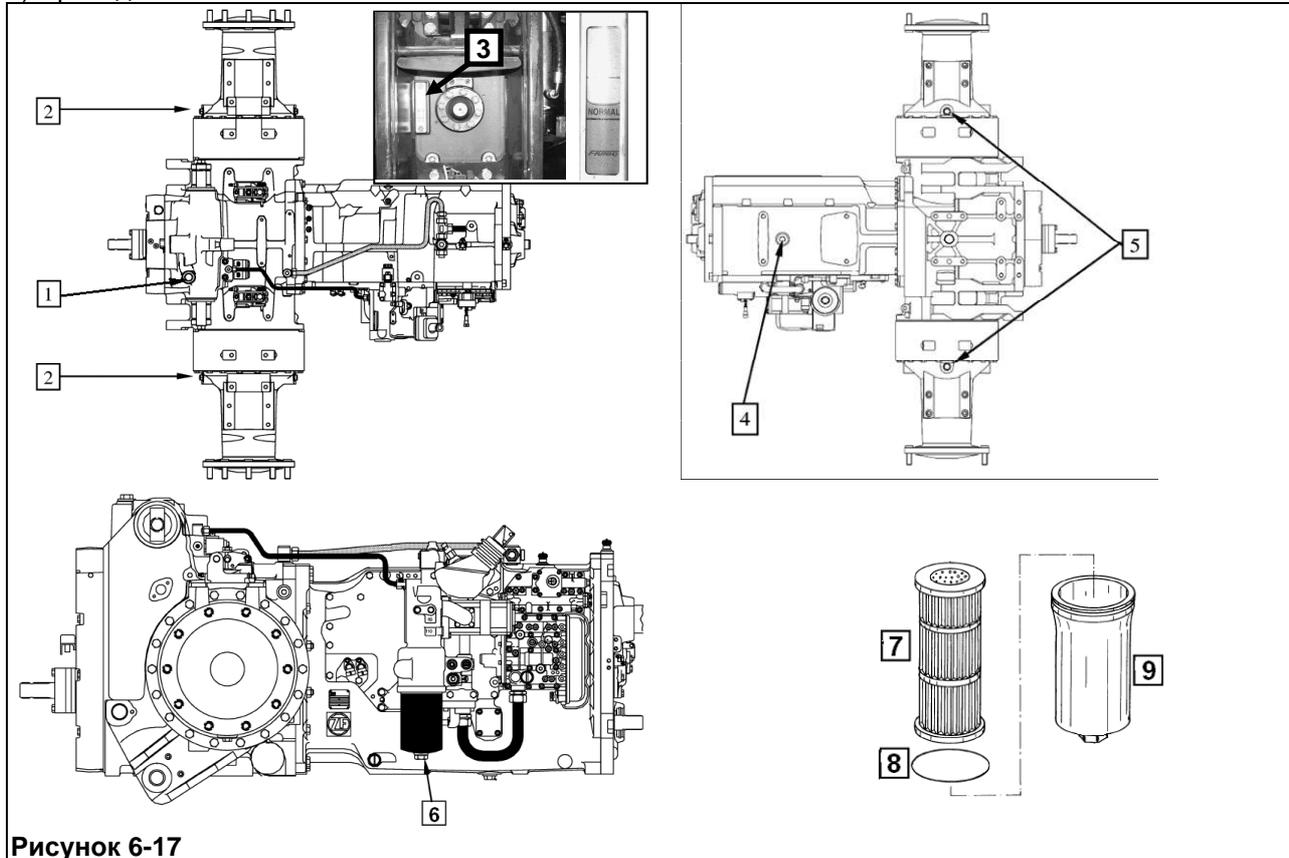

Рисунок 6-17
- выкрутите заливную пробку **1** (**Рисунок 6-17**) масла в корпус коробки передач;